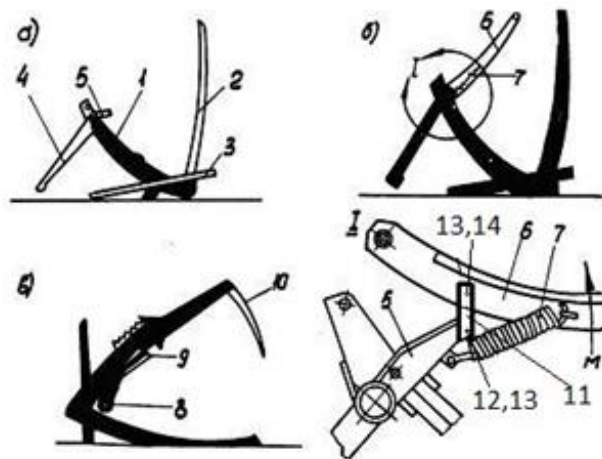

Рис. 3 Порядок сборки грабельной решетки:
- 1) расположить раму 1 грабельной решетки горизонтально (рис. 3 а) и закрепить в кронштейнах рамы семь нижних пальцев 2 болтами М16х90, гайками и пружинными шайбами;
- 4) в положении, указанном на рис. 3 б установить сталкивающие рычаги и натянуть пружины. Для этого установить две планки 11 на приваренную ось 12 с обеих сторон кронштейна 5. Навернуть гайки 13. Планки должны свободно поворачиваться на оси до упора в отбортовку кронштейна.
- 5) повернуть грабельную решетку за боковые пальцы в положение, показанное на рис. 3 в, и установить сталкивающую трубу 8 в кронштейны сталкивающих рычагов, расположив ее симметрично относительно трубы грабельной решетки.
б) установить гидроцилиндр 9 (рис. 3в) с ходом 400 мм на грабельную решетку.